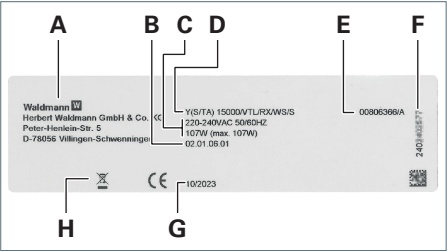

Fig. 42: Targhetta testa dell'apparecchio (esempio).
- Testa dell'apparecchio presente, a partire dal numero di serie 2402389763, vedere Fig. 42.